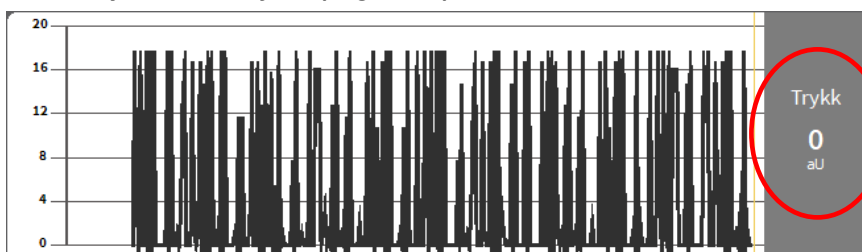

Fig. 119
- Infusjonskretstrykk (Fig. 119).